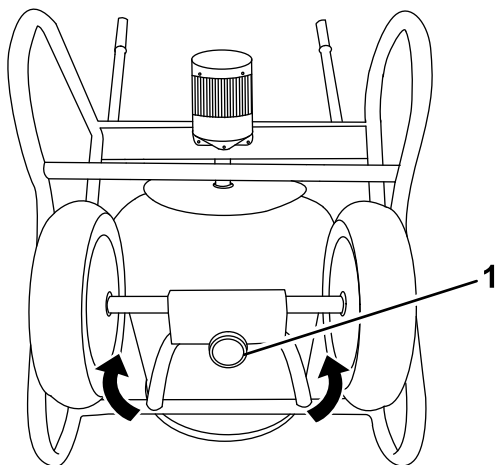

Figure 14
2. Tournez la plaque de support de pivot dans la direction opposée à la cuve et vers la butée avant (Figure 14).